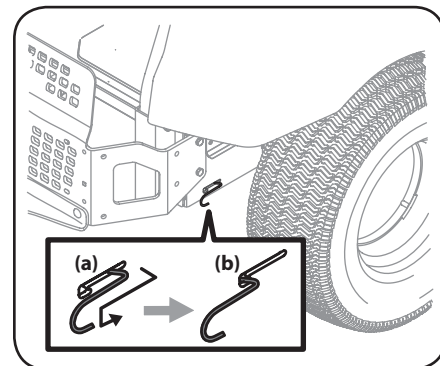

Figure 4-5
1. Repérez les tiges de dérivation des transmissions qui se trouvent à l'arrière de la tondeuse, près du côté intérieur de chaque pneu arrière. Voir Figure 4-5.
2. Pour déplacer l'appareil manuellement sans le démarrer, engagez les tiges de dérivation des transmissions qui se trouvent à l'arrière, de chaque côté de la tondeuse. Pour engager les tiges de dérivation, tirez sur chaque tige (a) et accrochez la tige dans le trou (b) pour la fixer. Voir Figure 4-5.
3. Après avoir déplacé l'appareil, effectuez les étapes (a) et (b) dans l'ordre inverse pour désengager les deux tiges de dérivation. Voir Figure 4-5.